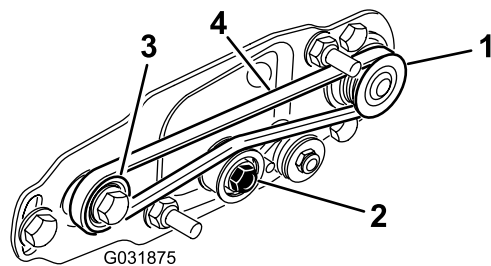

図 26
- A. 駆動プーリにベルトを掛け、次に、アイドラプーリの上部に掛ける 図 26。
- B. 受動プーリからベルトを掛け始める 図 26。